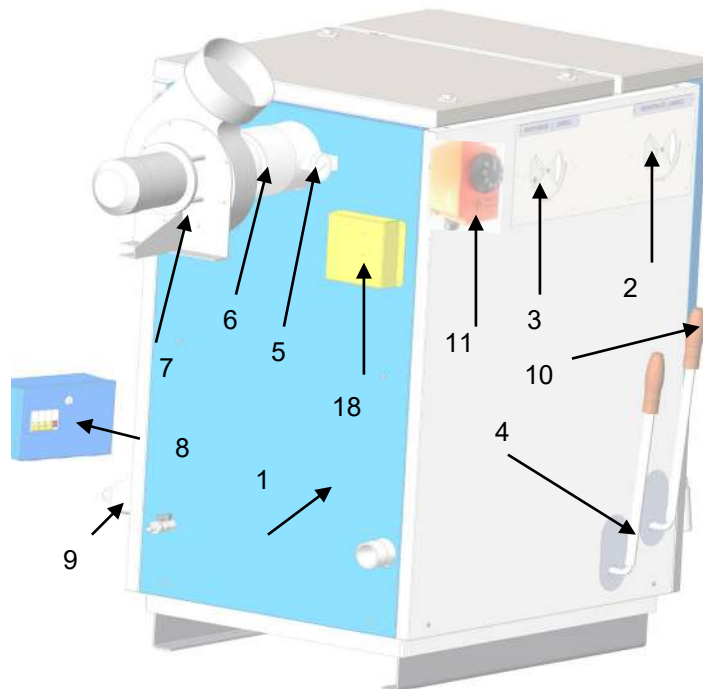
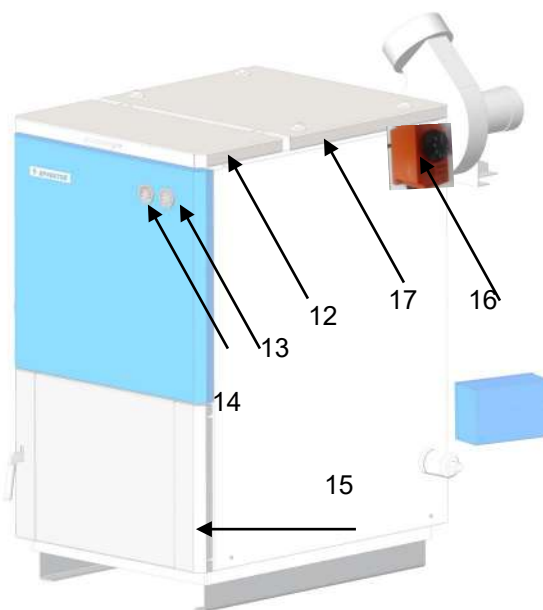

Рис. 1 Отопительный котел Прометей с обшивкой
Рис. 2 Отопительный котел Прометей
Отопительный котел состоит (рис.1, рис.2):
- термостат ограничительный поз.11 рис.1;
- заслонки первичного поз.2 рис.1, вторичного воздуха поз.3 рис.1;
- дверцы топочной камеры поз.15 рис.2;
- рычагов встряхивания колосниковой решетки поз.4,10 рис.1;
- приборы наблюдения температуры поз.14 рис.2 и давления поз.13 рис.2 в системе отопления;
- электронагреватель (ТЭН) поз.9 рис.1 ;
- блок управления ТЭН поз.8 рис.1;
- термостат (в комплекте с БУ ТЭН) поз.16 рис.2;
- дверца задняя поз.17 рис.2;
- дверца передняя (загрузочная) поз.12 рис.2;
- термометр дымовых газов 0-350 °С поз.5 рис.1;
- дымосос поз.7 рис.1